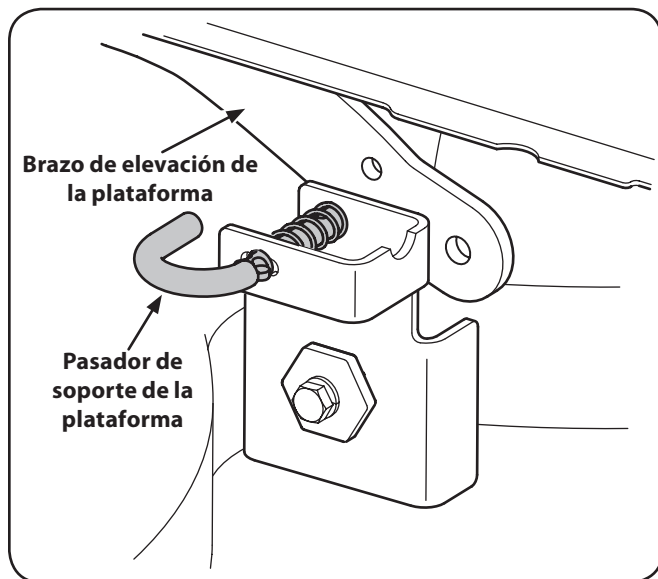

Figura 7-3
- Tire hacia afuera el pasador de soporte de la plataforma para separar la misma del brazo de elevación de la plataforma. Vea la Figura 7-3.
- b. Vuelva una conectar los brazos de elevación de cubierta. Véase la Figura 7-3.